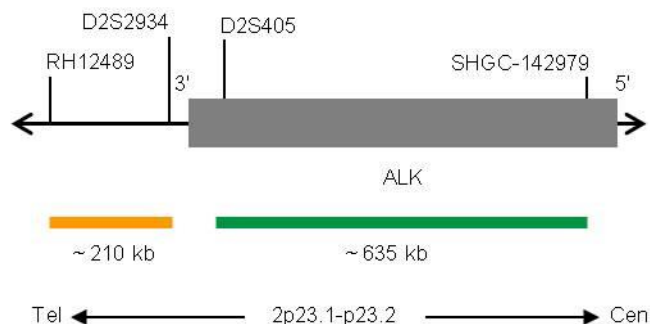

Fig. 1: SPEC ALK Mapa de la sonda (no está a escala)
- Polinucleótidos marcados en verde (excitación a 503 nm/emisión a 528 nm) ZyGreen (~10 ng/μl), dirigidos a secuencias localizadas en 2p23.1-p23.2\* (chr2:29,460,144-30,095,822) proximales a la región del punto de ruptura de ALK (ver Fig. 1).
- Polinucleótidos marcados en naranja (excitación a 547 nm/emisión a 572 nm) ZyOrange (~4,5 ng/μl), dirigidos a secuencias localizadas en 2p23.2\* (chr2:29,174,204-29,383,335) distales a la región del punto de ruptura de ALK (ver Fig. 1).